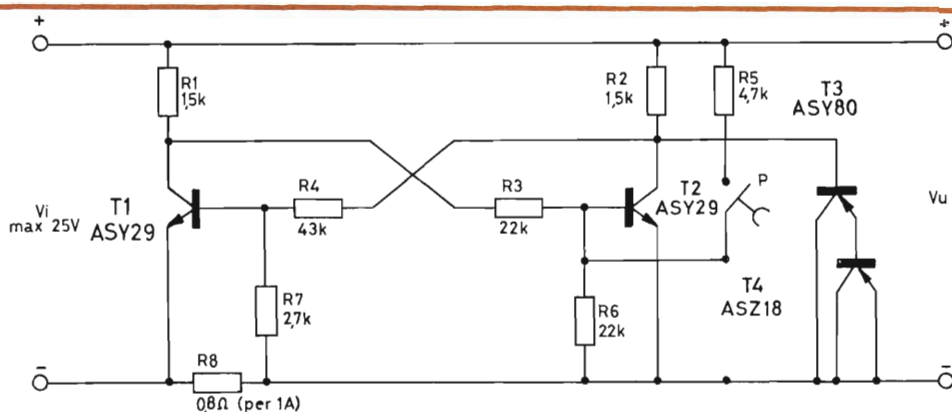

Fig. 1 - Schema elettrico del circuito del fusibile elettronico.
**Descrizione e funzionamento del circuito** - Il circuito, visibile nella *fig. 1*, è formato da due parti principali: il gruppo di comando con i transistori T1